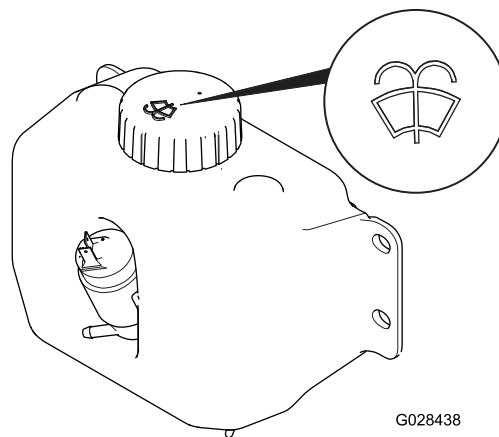

Figure 90
2. Ouvrez le capot et localisez le réservoir de lave-glace (Figure 90).